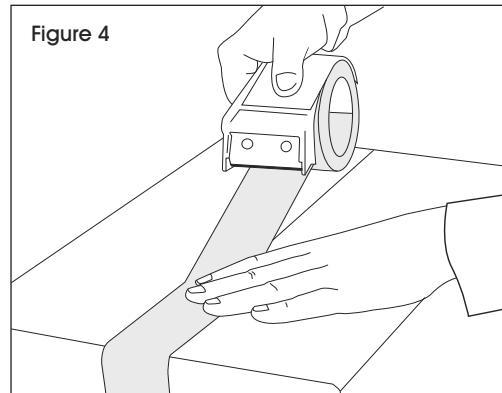

Figure 4
2. Pull dispenser across box top, over the center seam. Apply hand pressure on brake to provide tension on tape to obtain tight seal. Press tape down with opposite hand. (See Figure 4)
2. Faites glisser le dévidoir sur le dessus de la boîte, au-dessus de la jointure centrale. Appliquez une pression sur le frein avec la main pour exercer une tension sur le ruban adhésif afin d'obtenir un joint étanche. Appuyez sur le ruban adhésif avec l'autre main. (Voir Figure 4)